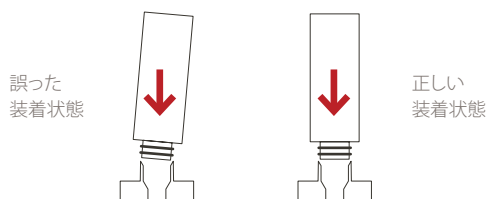

図 18.
- 注意：**各カートリッジが正しい位置にしっかりと装着されているか確認します。各カートリッジの上端には凸状のボスがあり、これを押さえ板の対応する穴にはめる必要があります (図 18)。